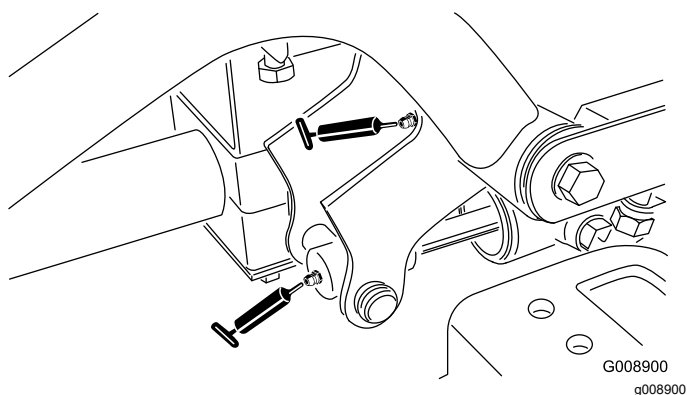

Figure 43
- Pivot de bras de levage avant droit et vérin de levage (2) (Figure 43)